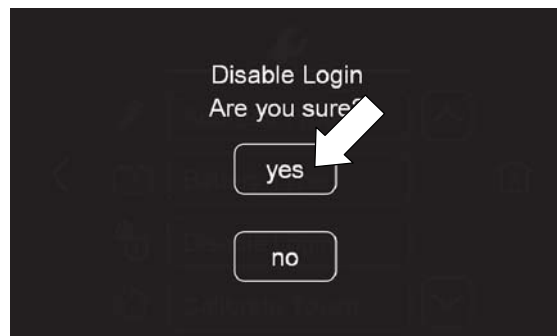

РИС. 154
- б. Нажмите на кнопку "да", чтобы перейти на экран Пользователь по умолчанию (Рисунок 154).